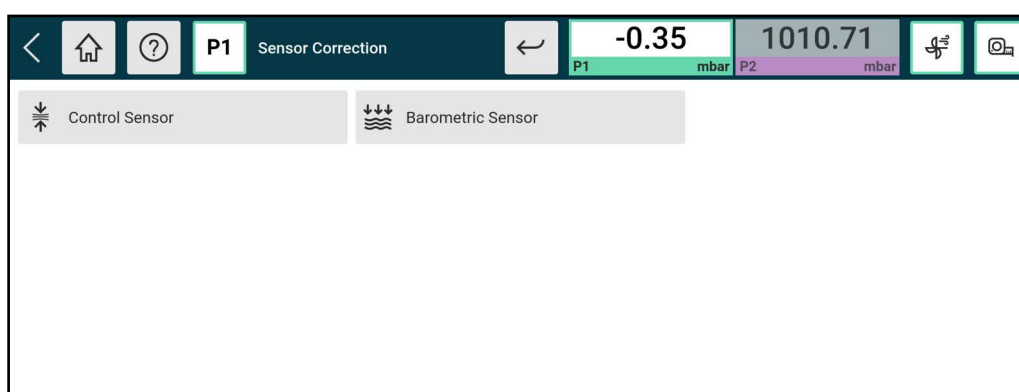

Figure A-7 : Écran de correction du capteur
- **Correction** du capteur - sélectionne l'écran **de correction** du capteur (voir Figure A-7).
Figure A-7 Affiche l'écran **de correction** du capteur, où vous sélectionnez le capteur à vérifier ou ajuster. Cela peut être le capteur de contrôle ou le capteur barométrique comme indiqué, ou d'autres éléments installés sur les modules de contrôle. Pour trouver cet écran, sélectionnez l'icône **Paramètres**, puis **Calibration** et entrez le code PIN de calibration, puis sélectionnez **Correction** du capteur.